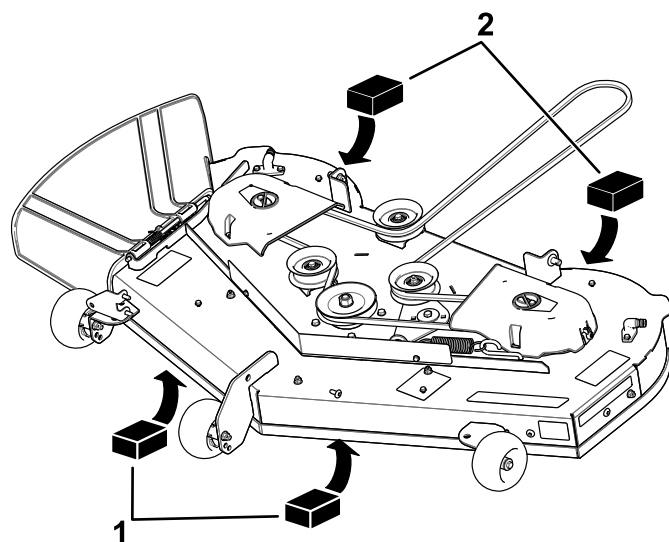

Figure 61
4. Placez deux cales de 6,6 cm (2 $\frac{5}{8}$ po) d'épaisseur chacune sous chaque côté du bord avant du tablier de coupe, mais pas sous les supports des galets anti-scalp (Figure 61).
5. Placez deux cales de 7,3 cm (2 $\frac{7}{8}$ po) d'épaisseur chacune sous le bord arrière de la jupe du tablier de coupe, une de chaque côté (Figure 61).